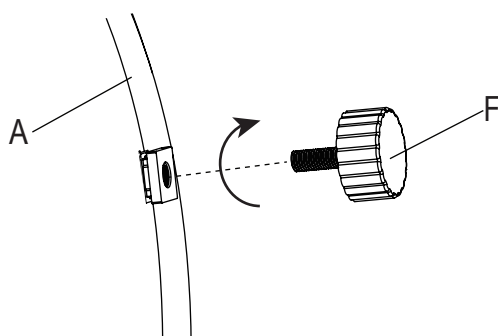

Figure 2
2. Avec l'aide d'une autre personne, placez soigneusement le foyer (A) sur une surface plane non abrasive pour éviter les rayures, vérifiez les quatre coins au fond du foyer, puis alignez les pieds ajustables (F) avec les trous de vis et vissez dans le sens des aiguilles d'une montre (voir la figure 2).